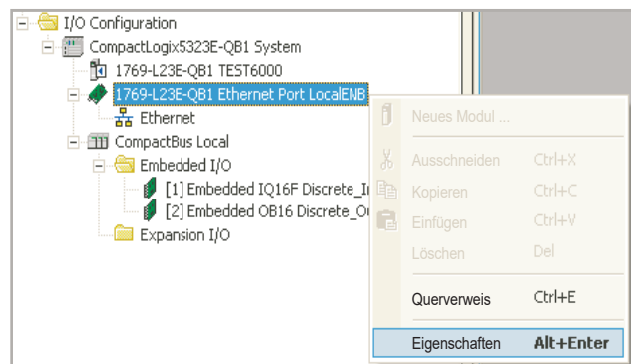

Abbildung 4.3.21h Position des Ethernet-Portes
4. Wenn der Download abgeschlossen ist, klicken Sie in der Hierarchie links mit der rechten Maustaste auf den entsprechenden Ethernet-Port und wählen Sie „Properties“ (Eigenschaften) (Abbildung 4.3.21h).